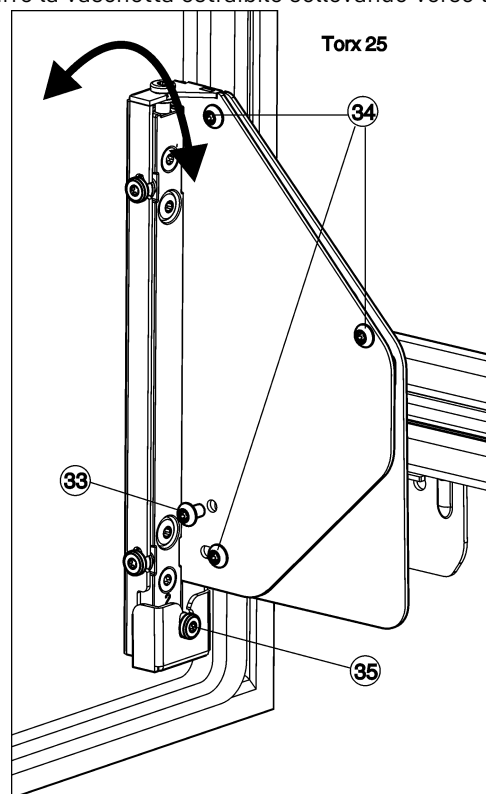

Fig. 26
- Svitare completamente la vite Fig. 26 (33).
- ▷ Eliminare la vite Fig. 26 (33), non è più richiesta.
- Allentare solamente le viti Fig. 26 (34) di 1 - 2 giri.
- Girare la vite di regolazione Fig. 26 (35). In senso orario: la porta in alto si inclina in direzione opposta al corpo dell'apparecchio. In senso antiorario: la porta in alto si inclina verso l'apparecchio e in basso in direzione opposta all'apparecchio.
- Al termine della regolazione dell'inclinazione serrare di nuovo fermamente tutte le viti Fig. 26 (34).